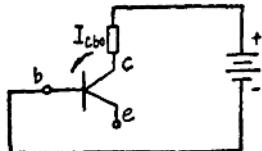

图 1.24 集电结反向饱和电流
2. 集电结反向饱和电流 $I_{c bo}$ 和穿透电流 $I_{c eo}$ ，发射极开路，在集电结加反向电压，产生的反向饱和电流就是 $I_{c bo}$ （如图 1.24）， $I_{c bo}$ 受温度影响较大，温度每升高 1°C，锗管 $I_{c bo}$ 增加 10%，硅管 $I_{c bo}$ 增加 7.5%，锗管的 $I_{c bo}$ 应在几个到十几个微安，硅管的 $I_{c bo}$ 应小于 1 微安。